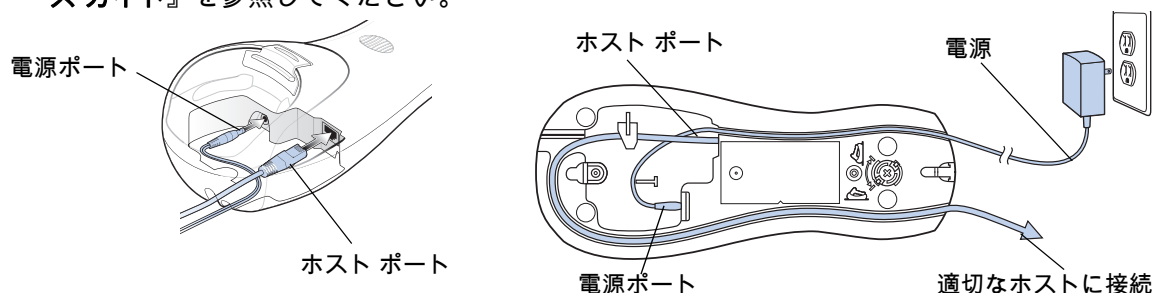

図 1-7 CR0078-S/CR0008-S クレードルへのケーブルの接続
1. 電源がクレードルに接続されている場合は、取り外します。図 1-7 を参照してください。